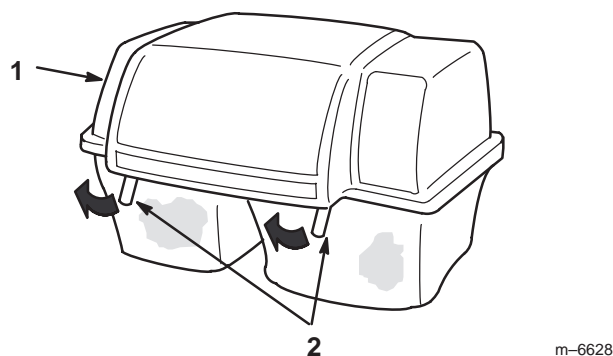

Bild 14
3. Heben Sie die Abdeckung des Heckfangsystems an und nehmen Sie die Grasfangkörbe vom Korbrahmen ab (Bild 14).